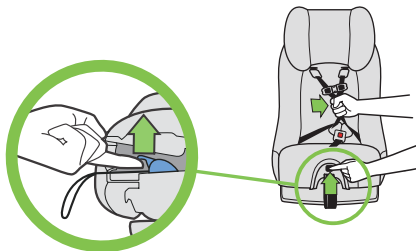

Figure 109
- Tout en soulevant la languette de réglage du harnais, tirez sur les sangles du harnais, tel qu'illustré dans la **Figure 109**.